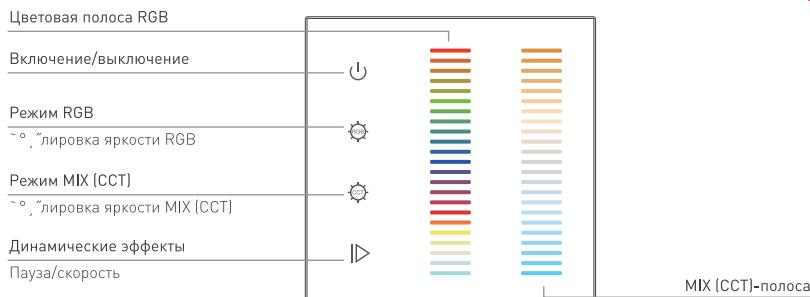

Рис. 4. Назначение сенсорных органов управления.
- ✗ коснитесь сенсорной полосы-слайдера выбора цвета (RGB цветовая полоса, Рис. 4);
- Проверьте управление лентой с панели (Рис. 4).